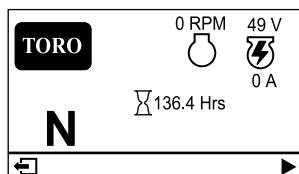

Figura 21
- **Ecrã de informações principal (Figura 21):** mostra a informação atual da máquina enquanto a chave está na posição LIGAR.